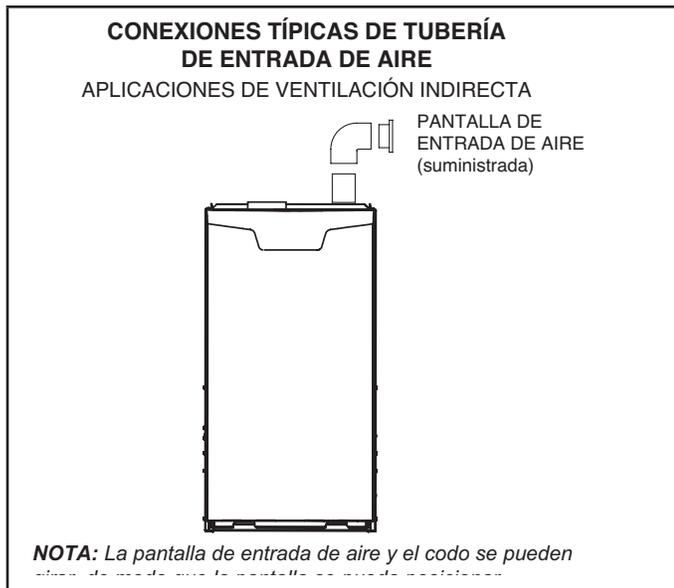

FIGURA 26
- 1 - Use los materiales proporcionados en el sitio y la pantalla de entrada de aire suministrada en la fábrica para dirigir la tubería de entrada como se muestra en la FIGURA 26. Mantenga un espaciamiento mínimo de 3" (76 mm) alrededor de la abertura de entrada de aire. La abertura de entrada de aire (con la pantalla protectora) siempre debe dirigirse hacia adelante o hacia el costado.